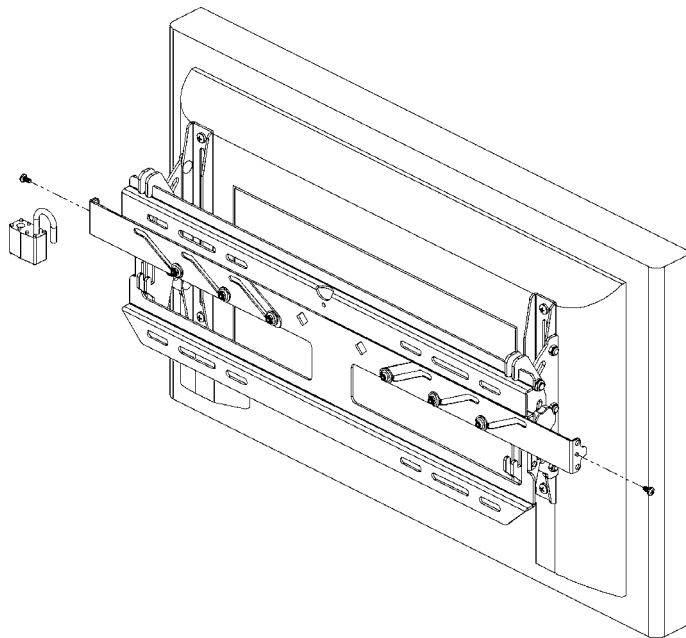

Figura 10. Rimozione degli elementi di sicurezza
1. Se presenti, rimuovere le viti autofilettanti (70) e/o i lucchetti da entrambi i lati della piastra a parete. Questi elementi forniscono sicurezza (figura 10).
2. Fare scorrere i fermi su entrambi i lati per sganciare il display dalla piastra a parete (figura 10).